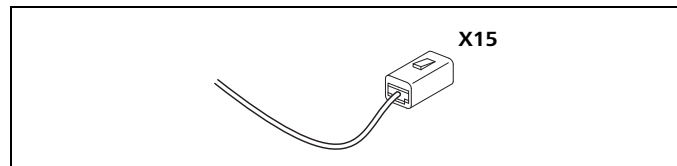

bild 49 Kontakten CO₂-balansering eller diagnos, se kopplingschema
- Använd kontakten X15 för CO₂-balansering (gäller endast Webasto-serviceverkstäder) Se bild 49.